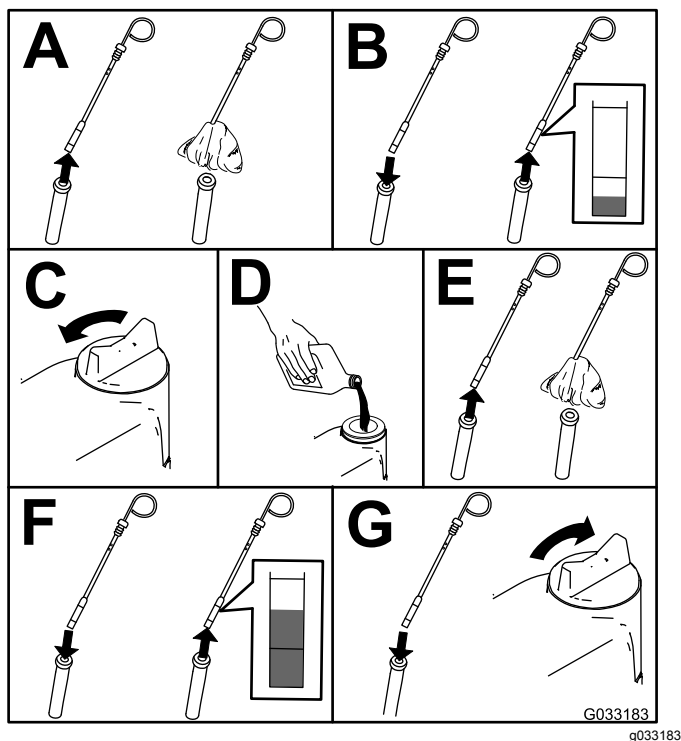

Figure 70
2. Contrôlez le niveau d'huile moteur (Figure 70).